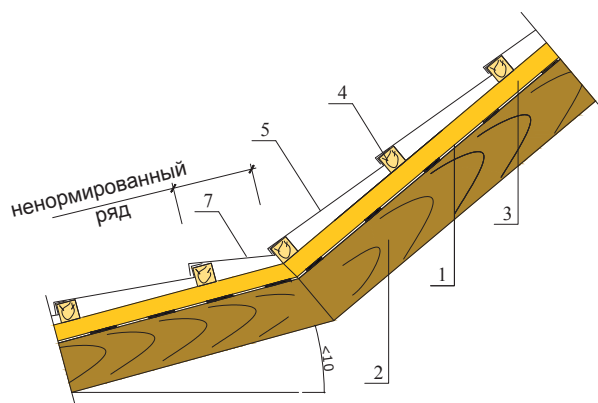

Рис. 26
4.9.1. При наличии внешнего излома ската в месте излома устанавливают карнизную планку, как показано на рис. 26а.
4.9.2. Размер последнего ряда, подходящего снизу к месту внешнего или внутреннего излома ската не нормирован. Панели этого ряда монтируются по аналогии с п. 6.2.1 (см. рис. 26а, б).